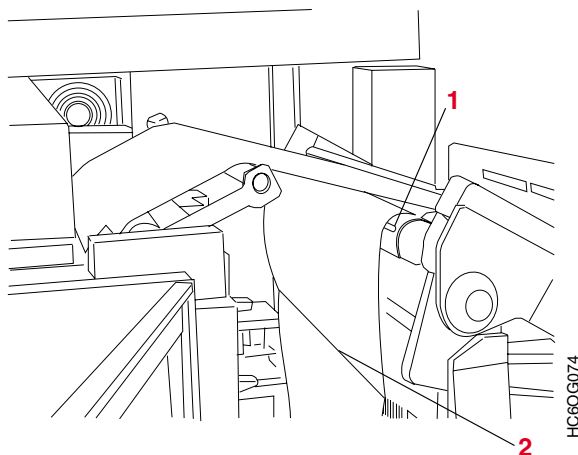

图 36. 重建打印纸对齐
3. 使用打印机控制面板上的**送纸**开关来使第一页的打印纸孔状接缝与下输纸器上的正确长度对齐标记对齐。请参阅第 158 页的图 36, 以获取有关这方面的细节。